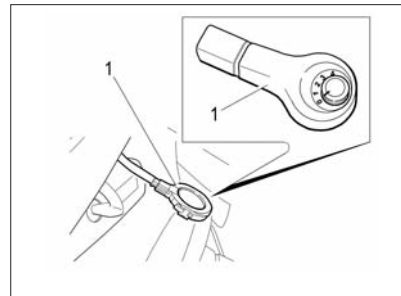

Рис. 35. Датчик дождя и освещенности
Для включения системы очистки необходимо переключатель чувствительности датчика дождя 1 (см. рис. 35), расположенный за зеркалом заднего вида в накладке датчика перевести из положения **0** в любое другое положение от **1** до **4\*\***, а рычаг переключателя стеклоочистителей перевести в положение **III** (прерывистый режим работы). При этом щетки очистителя делают один ход, после чего будут включаться или выключаться в зависимости от количества капель дождя, попадающих на ветровое стекло.
*В варианном исполнении* автомобили оснащаются совмещенным датчиком дождя и освещенности, который расположен на ветровом стекле за зеркалом заднего вида (рис. 35).